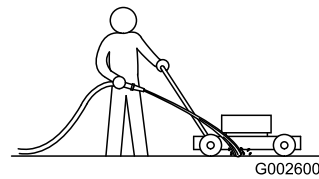

Figure 20
4. Tenez un tuyau d'arrosage à hauteur du guidon et dirigez le jet d'eau devant la roue arrière droite (Figure 20).